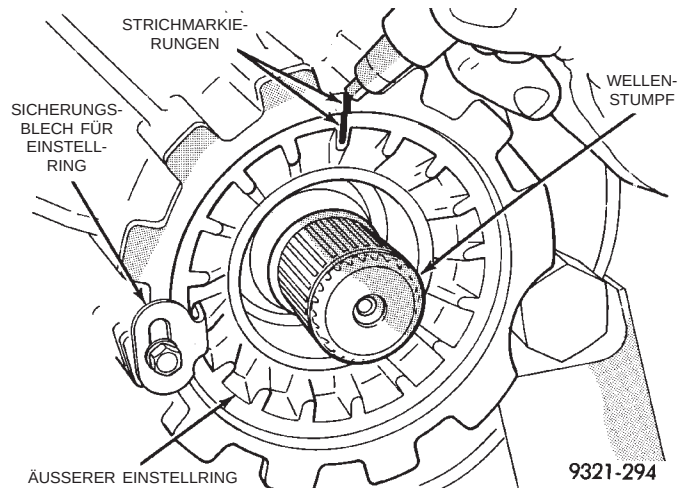

Abb. 49 Strich am äußeren Einstellring zeichnen
(6) Strich über äußeren Einstellring und Gehäuse zeichnen (Abb. 49). Sicherungsblech entfernen und Einstellring genau eine Umdrehung zurückdrehen. Anschließend den Differentialdeckel abbauen.
(7) Sicherungsblech des inneren Einstellrings entfernen. Anschließend den inneren Einstellring herausdrehen.